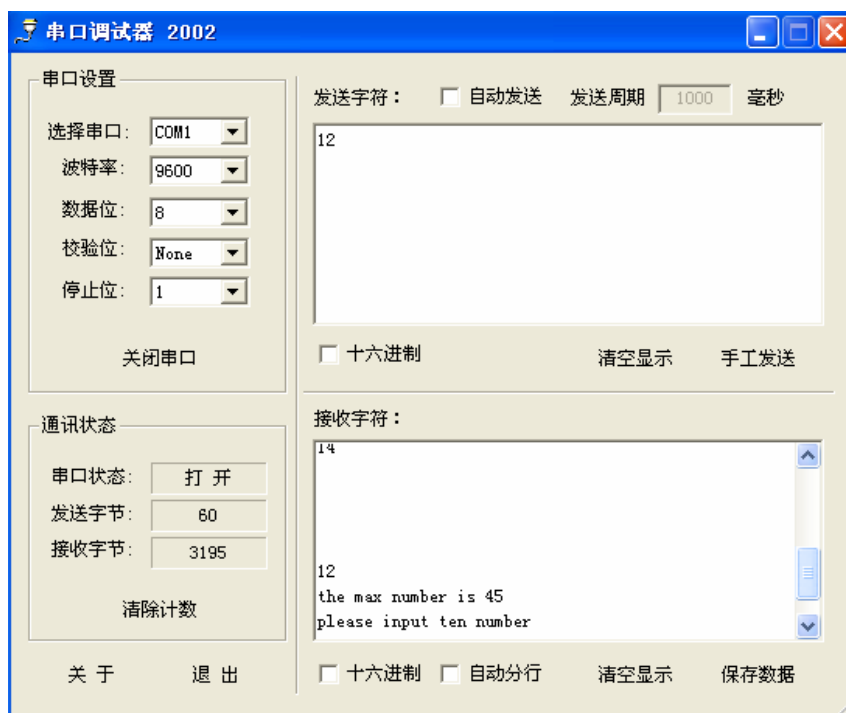

图 3-38
3. 从串口中分别输入五个数设为（45、 12 、 33、 14 、 12）然后单片机就会把其中的大者输出到串口的接收区。如下图 3-38 所示。